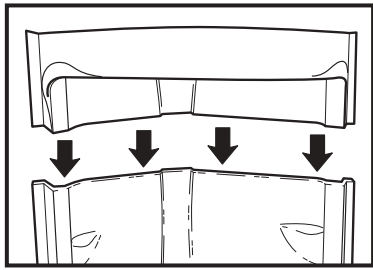

Fig. 2a
- Align the roof on the shower walls so that the parts are properly aligned. **Fig. 2a.**
- Aligner le toit sur les murs de douche de façon à ce que les pièces soient bien alignées. **Fig. 2a.**
- Alinear el techo encima de las paredes de ducha de modo que las piezas coincidan perfectamente. **Fig. 2a.**